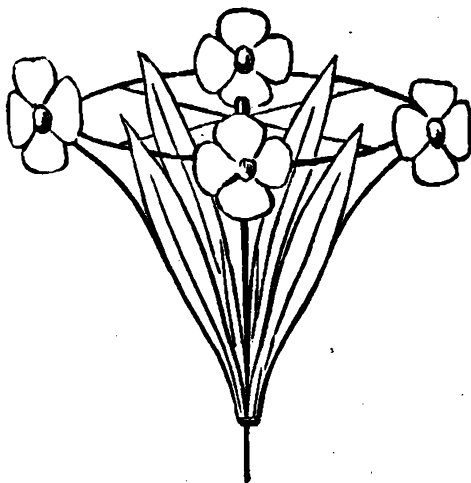

Fig. 98. — Mazzetti di fiori, fissi, aerei.
*Mazzetti di fiori.* — Cogli stessi principii su esposti possono farsi dei mazzetti di fiori (vedi fig. 98).